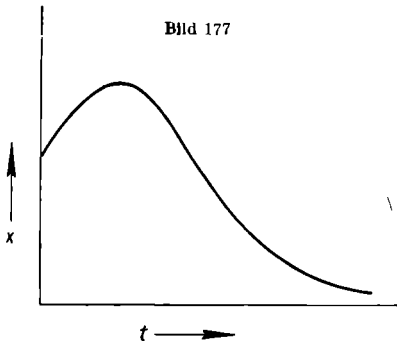

Bild 177
1. Fall unter a). Die Bewegung ist aperiodisch. Es erfolgt keine Schwingung, sondern die Masse nähert sich allmählich der Nulllage (Bild 177).